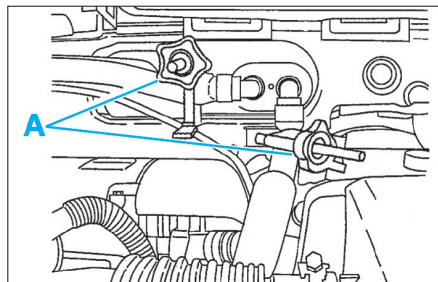

Fig. 11
- Contre le tablier, mettre en place des pince-durits en "A" sur les durits du radiateur de chauffage (Fig.11). Sinon, procéder à la vidange du circuit de refroidissement.